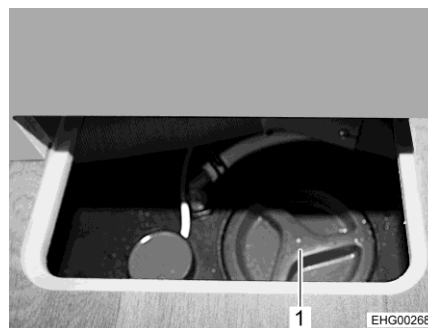

Bild 142 Avloppstank
- Öppna avloppstankens rengöringsöppning (Bild 142,1).
- Stäng avloppstankens rengöringsöppning (Bild 142,1).